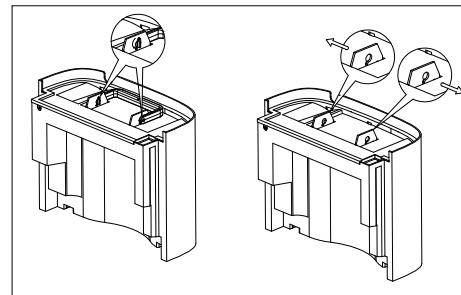

Fig. 5 – Retirada de la tapa
- ▶ Mueva el asa de transporte de tal modo que pueda extraerla de su anclaje (véase Fig. 5).